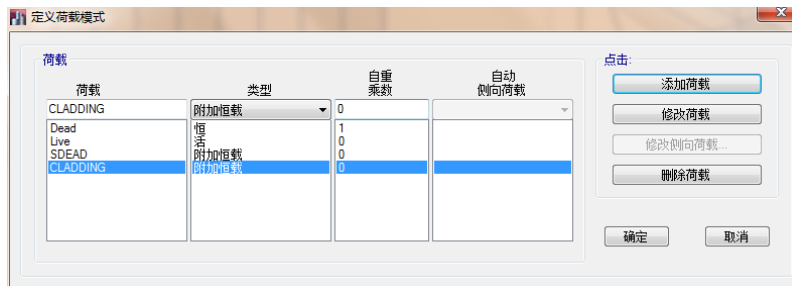

图 4-2 定义荷载模式对话框
7. 重复 4~6，继续添加名 **CLADDING** 的附加恒荷载。此时定义荷载模式对话框应如图 4-2 所示。